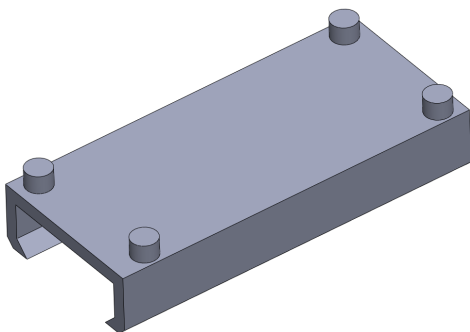

图 6-72 草图驱动阵列特征效果
(4) 选择拉伸特征为阵列特征，在属性管理器中，单击【确定】按钮，即可草图驱动阵列特征，效果如图 6-72 所示。